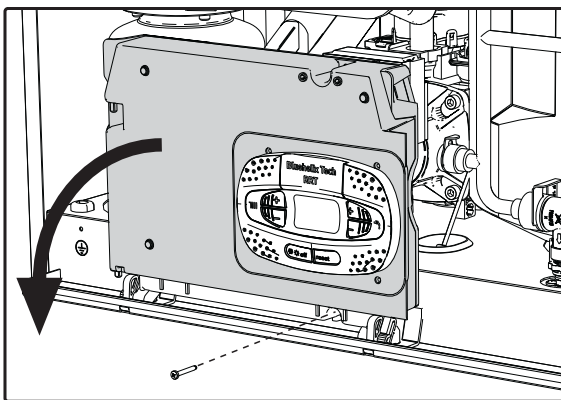
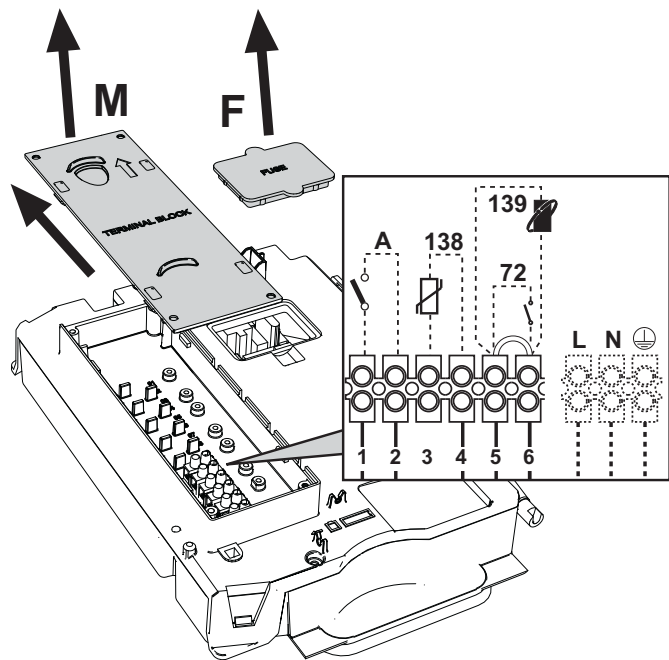

fig. 21
fig. 22
Na het verwijderen van het frontpaneel (***) 'Openen van het frontdeksel en het afgedichte verbrandingskamerpaneel' op pagina 36 ***) is het mogelijk om toegang te krijgen tot het klemmenblok (M) en de zekering (F) volgens de beschreven instructies hieronder (afb. 21 en afb. 22). De klemmen getoond in Fig. 22 moeten droge contacten zijn (niet 230 V). De opstelling van de staven voor de verschillende aansluitingen is weergegeven in het elektrisch schema in het hoofdstuk over technische gegevens fig. 44.
AAN / UIT-schakelaarconfiguratie (A fig. 22)